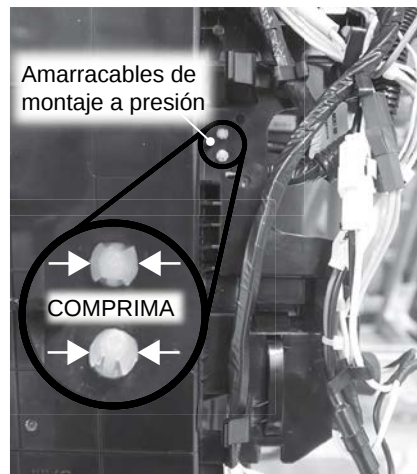

Figura 25 - Retiro del amarracables de montaje a presión.
24 Ubique los dos (2) amarracables de montaje a presión en la parte posterior de la placa de control. Consulte la Figura 25. Use alicates para comprimir las lengüetas y sacarlas de los orificios de retén.
25 Desconecte el amarracables de montaje a presión como se muestra en la Figura 25.